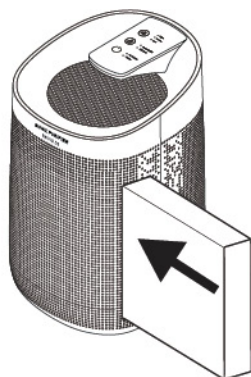

fig. 4
4. Inserire con cautela il nuovo filtro nel dispositivo (fig. 4).